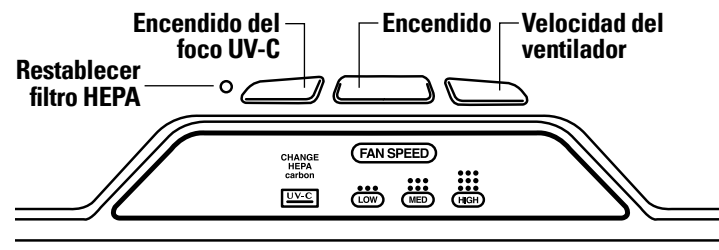

Figura 1
4. Active o desactive la luz UV-C con el botón de ENCENDIDO/APAGADO de UV-C (Figura 1).